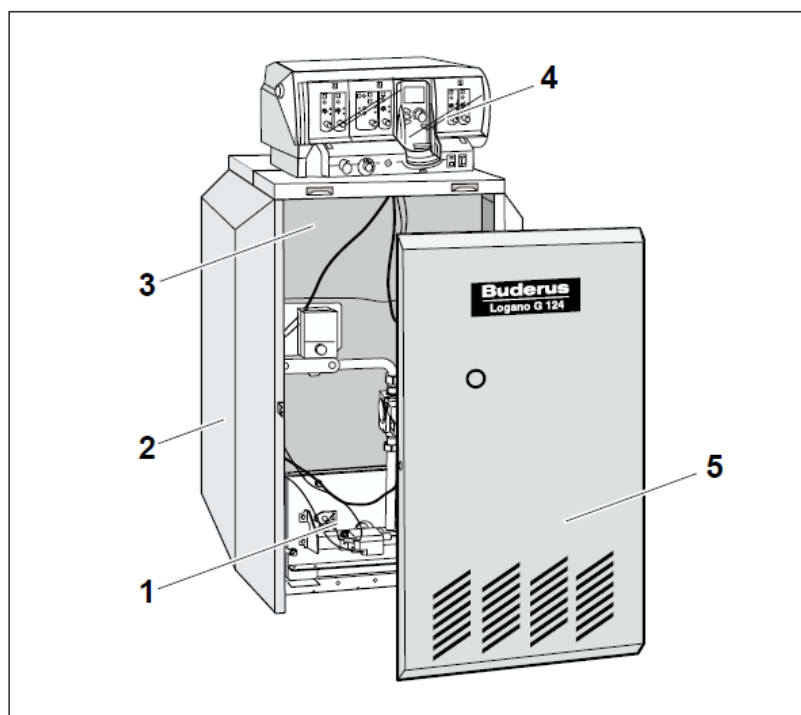

Рис. 1 Специальный газовый отопительный котел Logano G124 WS
Газовый отопительный котел Logano G124 WS (рис. 1) оснащен на заводе газовой горелкой и системой управления. Основные части специального газового отопительного котла Logano G124 WS:
- Котловой блок с теплоизоляцией (рис. 1, поз. 3) и газовой горелкой (рис. 1, поз. 1). В котловом блоке тепло, производимое горелкой, передается воде, циркулирующей в системе отопления.
- Обшивка (Рис. 1, поз. 2) и передняя стенка котла (рис. 1, поз. 5). Обшивка котла и теплоизоляция препятствуют потерям энергии.
- Система управления (рис. 1, поз. 4). Система управления служит для контроля и регулирования отопительной системы.